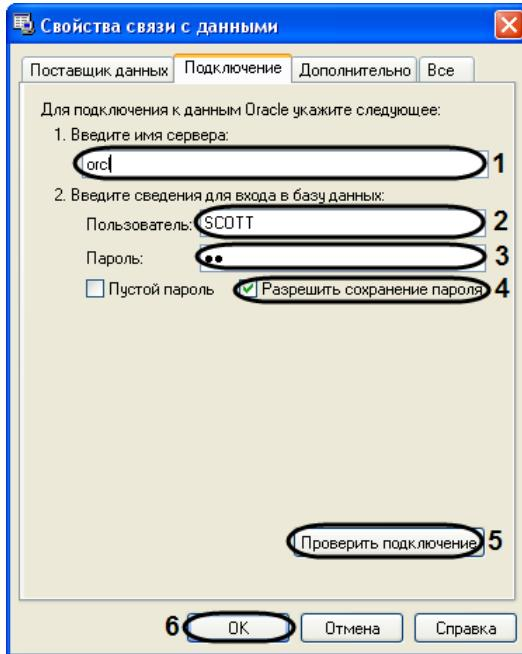

Рис. 7.6—4. Подключение базы данных Oracle
5.3.4. В поля «Пользователь» (см. Рис. 7.6—4, 2) и «Пароль» (см. Рис. 7.6—4, 3) ввести имя пользователя и пароль для подключения к серверу баз данных Oracle.